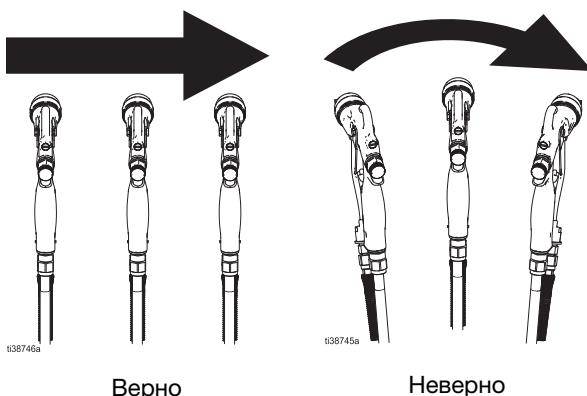

Рис. 24: Способы распыления
- Нажмите на курок (9).
- Каждый проход краскораспылителя должен быть плавными, равномерными и параллельным предыдущему. Для получения равномерного слоя каждый последующий проход должен на 50% перекрывать предыдущий. **Не делайте дуговые движения.** В результате дуговых движений покрытие становится неравномерным. См. Рис. 24.